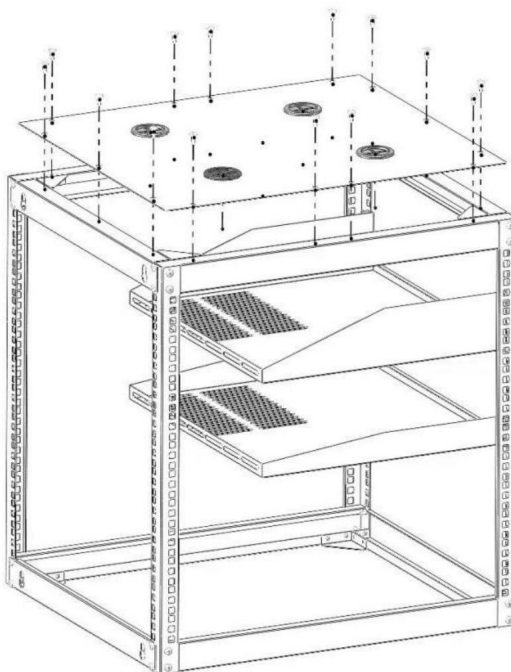

Figura 4
4. Coloque el panel superior (5) en el gabinete. Asegúrelo con 14 tornillos autorroscantes M5*10 (8) en el panel superior usando un destornillador eléctrico. (Figura 4).